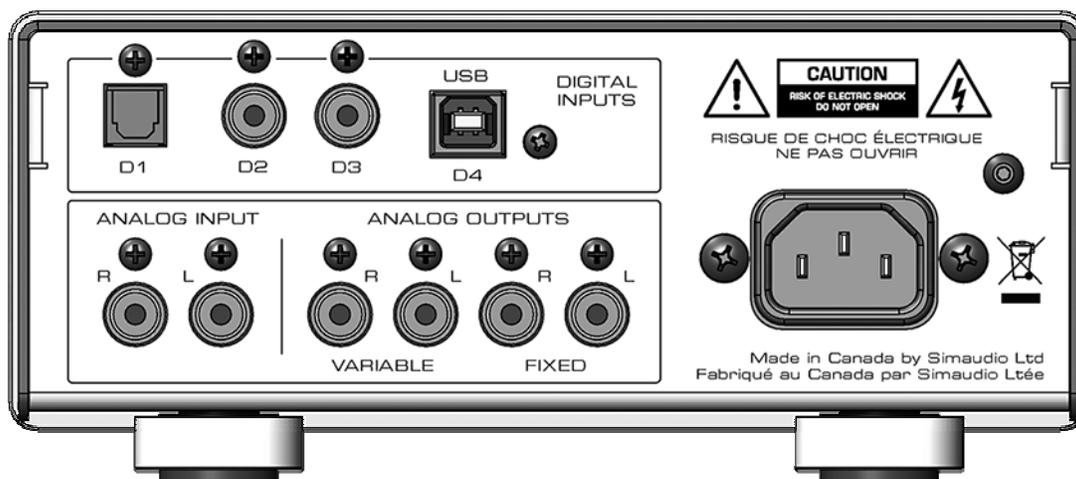

Figure 2: Panneau arrière du Néo 230HAD
Le panneau arrière ressemble à la figure 2 (ci-dessus). Il y a quatre (4) entrées numériques libellées D1, D2, D3 et D4 respectivement. L'entrée D1 utilise un connecteur Toslink; D2 et D3 un connecteur S/PDIF; D4 un connecteur USB de type-B. Directement en dessous il y a une entrée sur connecteur asymétrique (RCA) nommée «A1» suivi de sorties variable et fixe sur prise RCA.